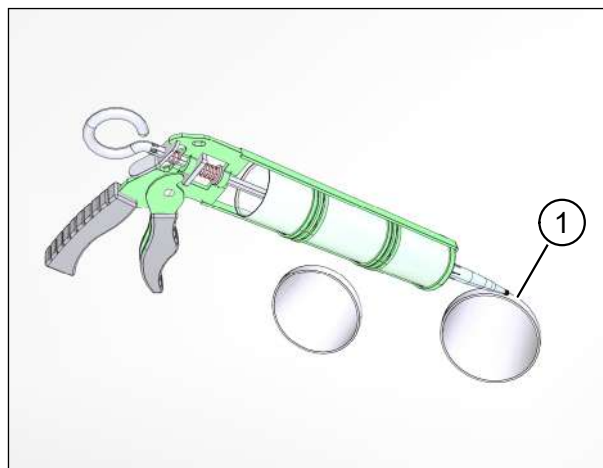

Fig. 43: Impermeabilizzazione dei tubi dell'aria sulla parete esterna
- ▶ Smussare i due biselli di apertura del tubo (pos. 1 nella Fig. 43) di circa  $5 \times 45^\circ$  per creare un'intercapedine per i giunti ermetici con sigillante elastico durevole.